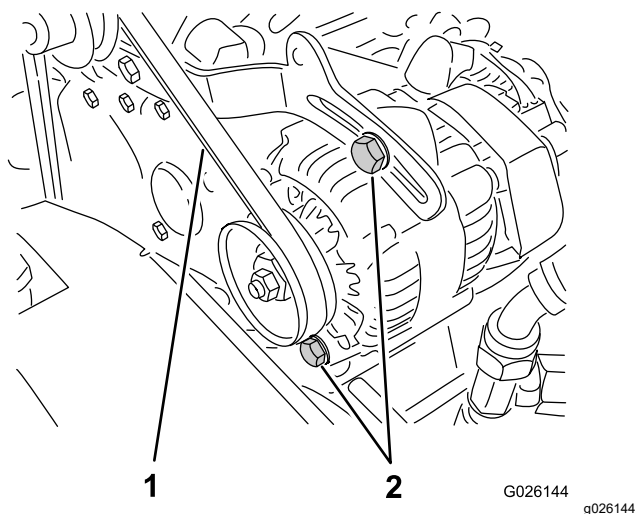

図 63
2. クランクシャフトとオルタネータのプーリー間の中央でベルトを指で押してベルトの張りを点検する 押す力は 10kg 程度 (図 63)。
- A. オルタネータの取り付けボルト 2 本をゆるめる 図 63。
- B. エンジンとオルタネータの間にボールを入れて適当な張りに調整し、取り付けボルトを締め付ける 図 63。